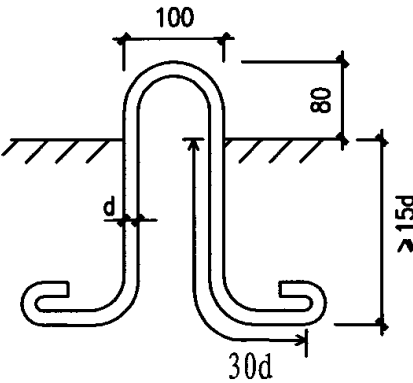

图13.5
13.5 吊环应采用HPB235级或Q235钢筋制作，禁止使用冷加工钢筋，吊环见图13.5，埋入柱内长度不应小于30d，并应焊接或绑扎在钢筋骨架上。吊环直径见表13.5。